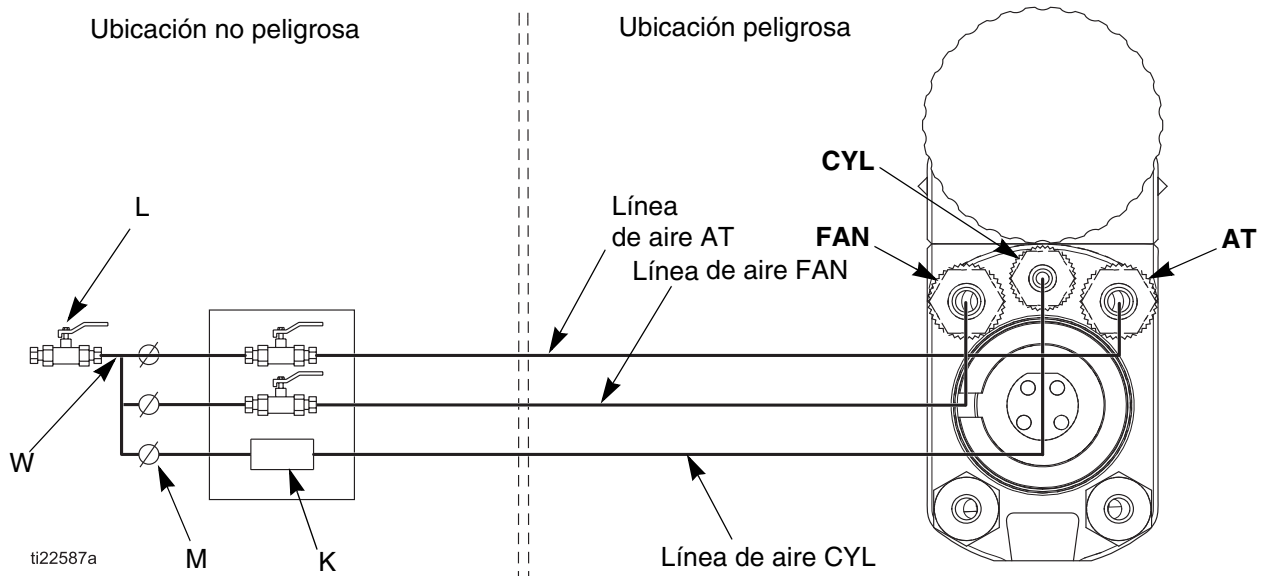

FIG. 11 Esquema de la línea de aire
1. Instale una válvula de cierre de aire de tipo purga (L) en las líneas de aire principal (W), de ventilación (FAN) y de atomización (AT) para cerrar todo el aire a la pistola. Consulte FIG. 11.
1. Conecte las líneas de aire como se muestra en la FIG. 11, página 16.
Conecte las líneas de aire como se muestra en la FIG. 11, página 16.